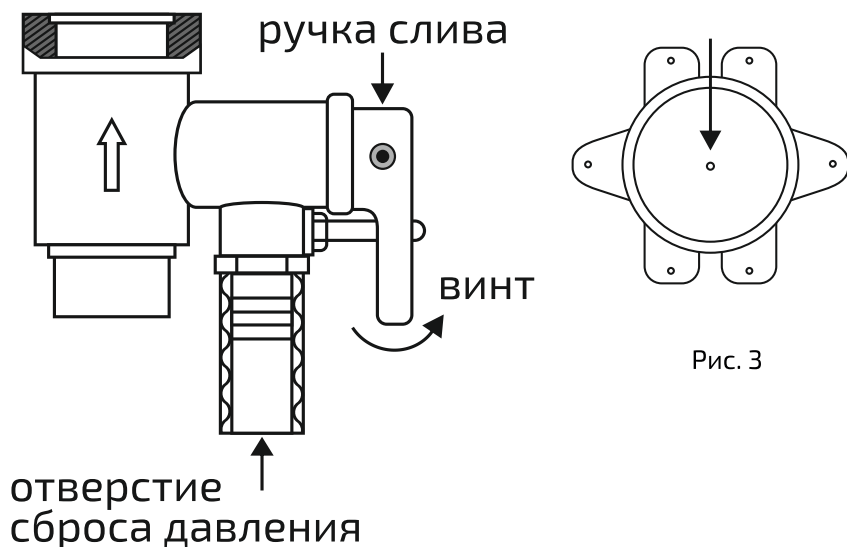

Рис. 3
5. Водонагреватель оснащен термовыключателем, который прекратит подачу электроэнергии к ТЭНу, при перегреве воды. Если водонагреватель включен в сеть, но не происходит нагрев воды и не горит индикатор подключения к электросети, значит отключился или не был включен термовыключатель. Для возврата водонагревателя в рабочее состояние необходимо: - отключить питание от водонагревателя, снять нижнюю крышку, нажать кнопку на термовыключателе. Затем закрыть нижнюю крышку и включить в сеть. (Рис. 3)